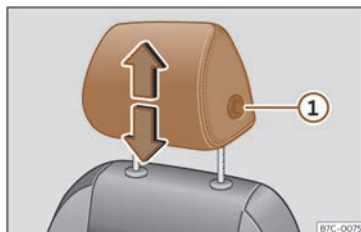
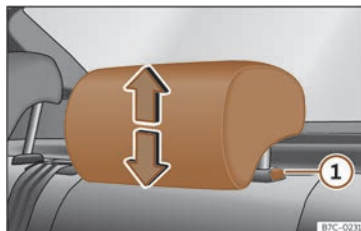

Fig. 69 Siège avant : réglage de l'appui-tête.
Fig. 70 Appui-tête arrière : réglage de l'appui-tête.
- Saisissez l'appui-tête des deux côtés avec les mains puis poussez-le vers le haut jusqu'à ce qu'il s'enclenche dans la position désirée. Pour le rabaisser, faites de même en appuyant sur le bouton latéral (1) >>> fig. 69 , >>> fig. 70.